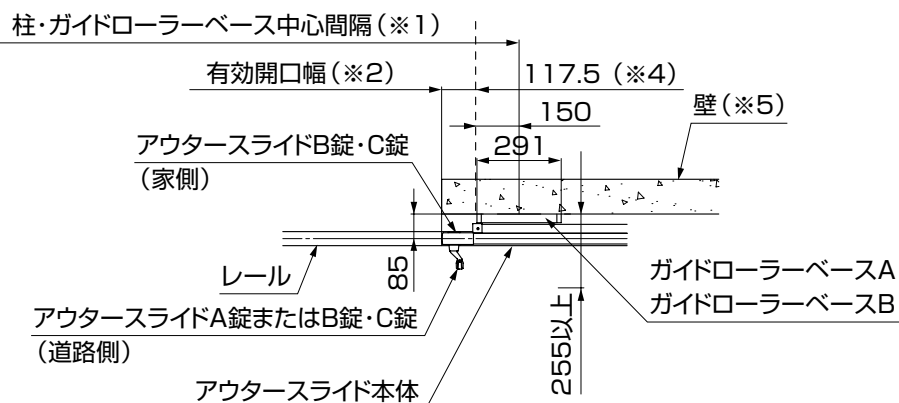

図1-10
- アウトースライドB錠またはC錠を使用する場合は、壁の位置を有効開口幅に合わせるすることができます。(※4)(図1-10参照)